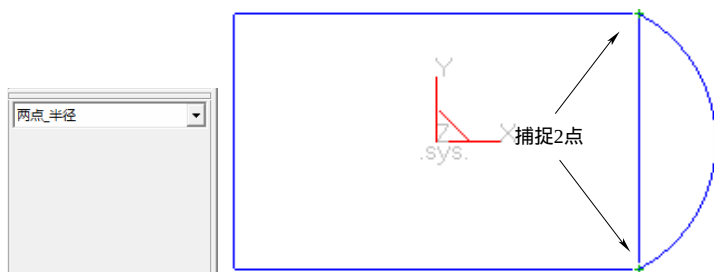

图 8-76 绘制圆弧
3) 选择下拉菜单“造型”→“曲线生成”→“圆弧”命令，或者单击“曲线生成栏”工具栏上的“圆弧”按钮, 选取“两点_半径”画圆弧方式，选择图 8-76 所示的两点，输入半径 28mm，绘制圆弧。